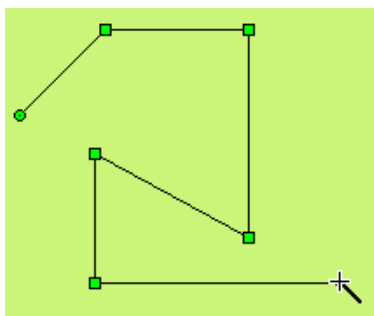

图 4-28 折线操作
- 把鼠标移到画面中的其他位置, 此时系统会自动绘制出直线, 鼠标移到要改变方向的位置, 单击鼠标左键一次, 点击的地方会出现一个绿色小矩形框, 这时, 第一个端到第一个绿色小矩形框的线条将不在随鼠标移动而移动。鼠标可以移动到下一个需要改变折线方向的地方, 只需点击鼠标左键即可。当需要完成折线的绘制时, 只需点击鼠标右键即可, 这样就完成了折线的绘制。如图 4-28 所示: